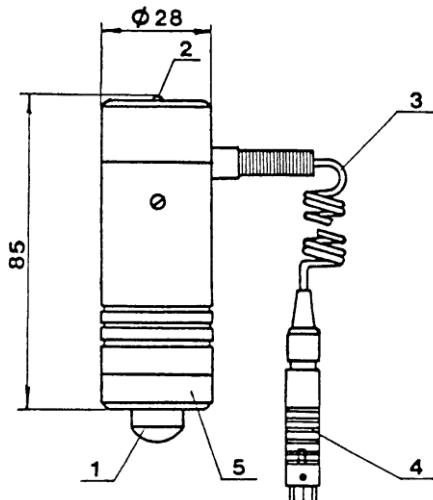

Рис.2.4 Совмещенный преобразователь PA-4S:
2.5.3 Совмещенный преобразователь *PA-4S* (рис.2.4) в отличие от раздельно-совмещенного содержит один вибратор, излучающий и принимающий упругие колебания и имеющий одну зону касания с контролируемым объектом. Конструктивно он включает в себя также светодиод, кабель, микровыключатель, как и преобразователи *PA-5R* и *PA-7R*.